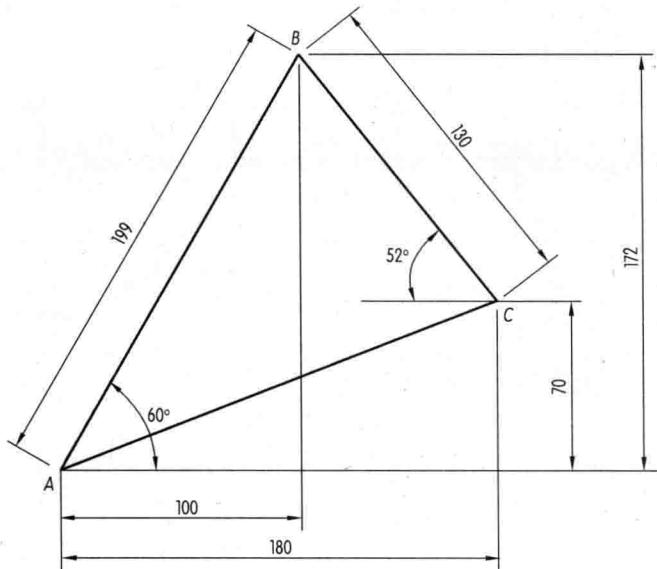

图 1-1 简单图形
用 1 : 1 的比例绘制图 1-1 所示三角形图形。要求：选择合适的线型，不标注尺寸，不绘制图框与标题栏。
(1) 能够熟练启动 AutoCAD 2010 绘图软件，能够新建、打开、保存文件。
(2)能够熟练应用 AutoCAD 直线命令绘制图 1-1 所示图形。